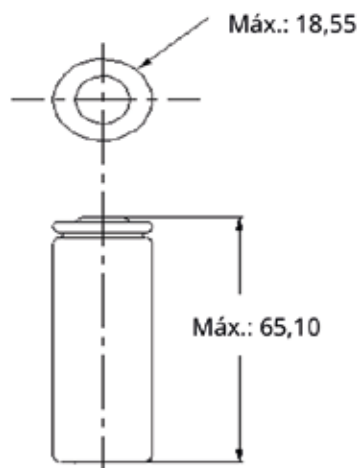

Figura 1/imagen1
- Ilustración: Ver Figura 1 (en página 4).